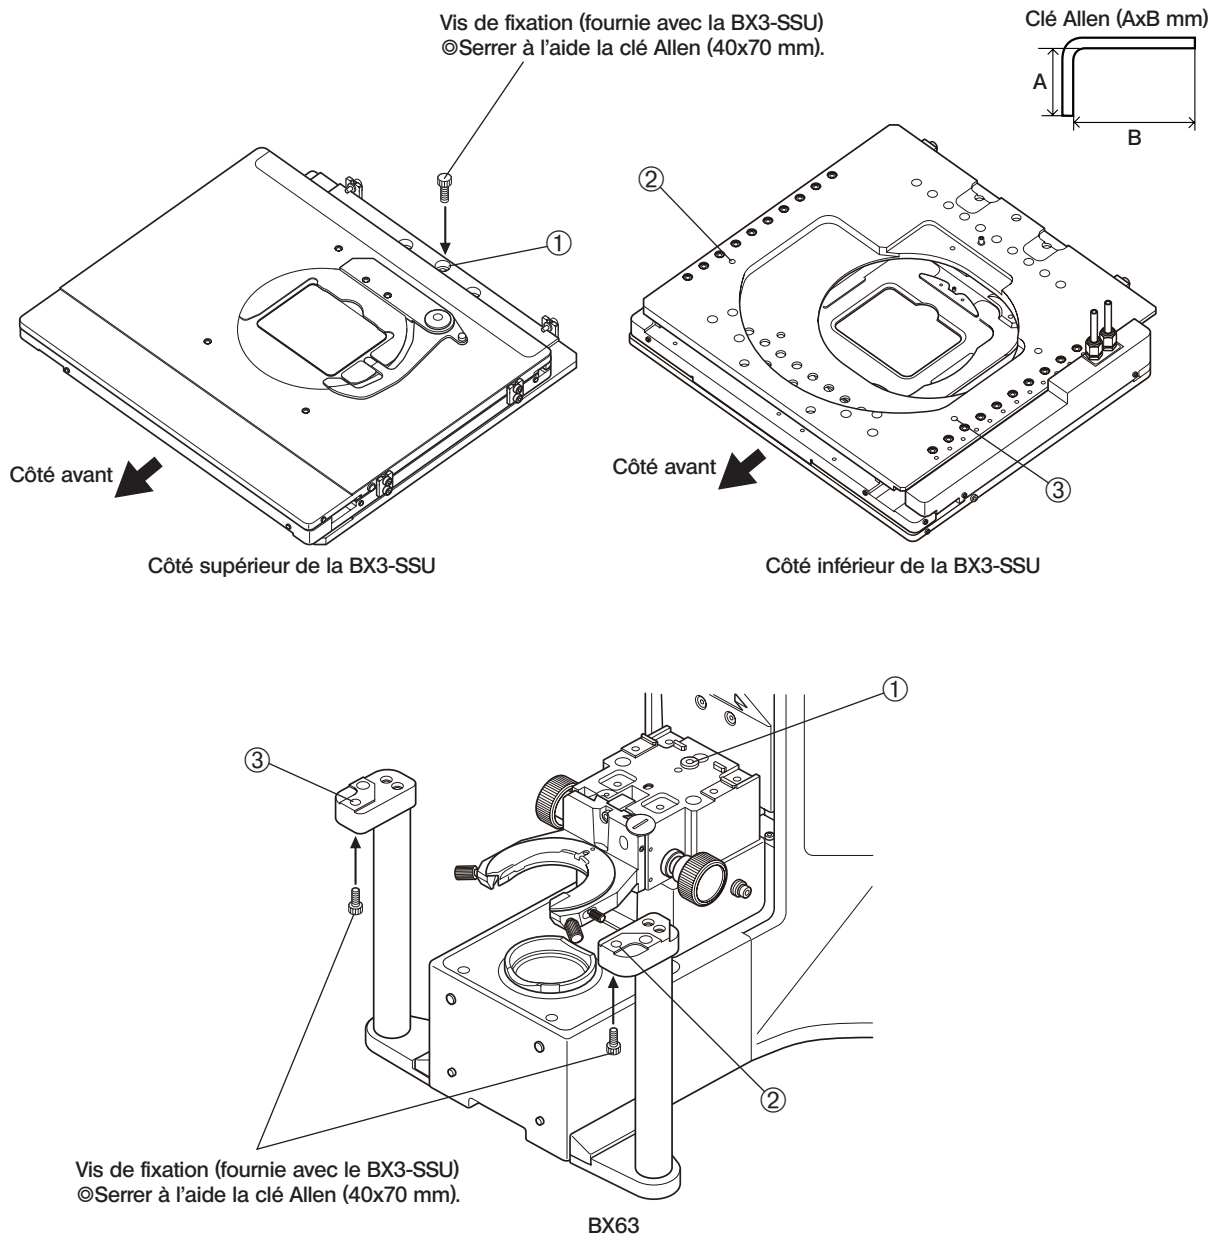

Fig. 6
### 1 Installation de la platine de balayage à ultrasons (Fig. 6)
1. Installer la BX3-SSU au-dessus du BX63 pour que les numéros des vis respectifs (voir Fig. 6) de la BX3-SSU et du BX63 se superposent.
2. Serrer l'orifice de fixation ① à l'aide de la vis de fixation (fournie avec la BX3-SSU) depuis le côté supérieur de la BX3-SSU. Utiliser la clé Allen (40x70 mm) fournie avec le BX63 pour serrer.
3. Serrer les orifices de fixation ② et ③ à l'aide de la vis de fixation (fournie avec le BX63) depuis le côté inférieur de la colonne de fixation du BX63. Utiliser la clé Allen (40x70 mm) fournie avec le BX63 pour serrer.